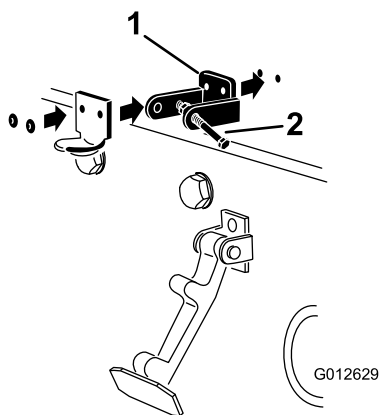

図 8
3. CEロックブラケットとフードラッチブラケットの穴を整列させてフードにセットする。ロックブラケットをフード側にフードに当てて取り付けます図 8。ロックブラケットアームについているボルトナットアセンブリは外さないでください。
5. ブラケットとワッシャをフードにリベットで固定する 図 8。